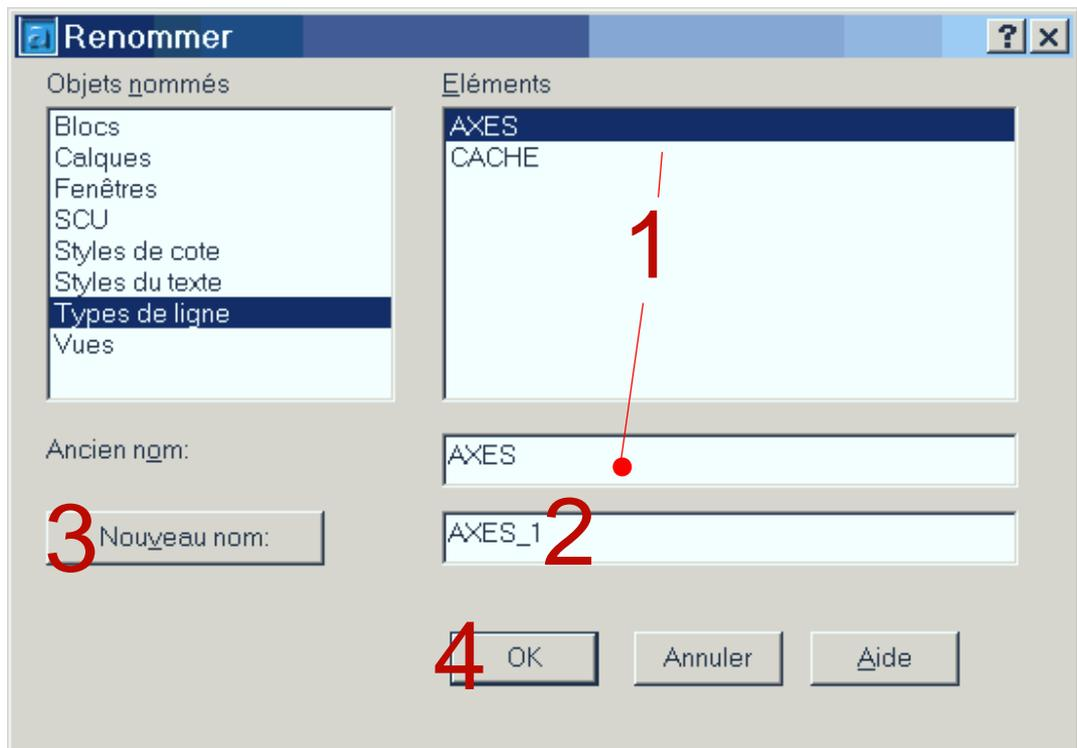

FIGURE 8
- 1 - En utilisant la commande **RENOMMER** ou **\_RENAME** qui ouvre la boîte de dialogue (**Figure 8**) permettant de renommer des noms de types de lignes en autres.